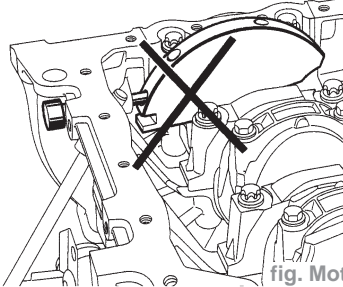

fig. Mot. 28
- Tourner légèrement le moteur dans le même sens, en engageant la pige **Mot. 1054** jusqu'au point de calage (fig. Mot. 28).
- Vérifier que le vilebrequin soit bien au Point Mort Haut et non dans le trou d'équilibrage (fig. Mot. 28).
- Avant la fin des deux tours (soit une demi-dent avant d'aligner les repères des poulies des arbres à cames et des carters chapeaux paliers d'arbres à cames) insérer la pige de Point Mort Haut **Mot. 1054** de façon à se trouver entre le trou d'équilibrage et le trou de pigeage, puis amener la distribution à son point de calage (fig. Mot. 28).
- Vérifier que le vilebrequin soit pigé au Point Mort Haut et non dans le trou d'équilibrage (la rainure (5) du vilebrequin doit se situer entre les deux repères du bloc-moteur (fig. Mot. 28 et 31).